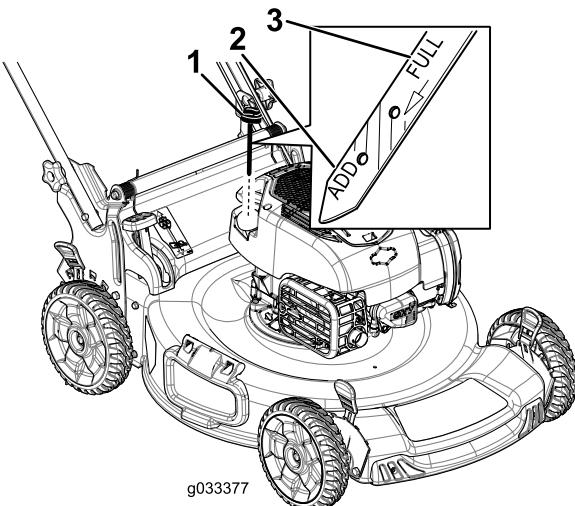

Рисунок 32
- Извлеките масломерный щуп (Рисунок 32).
4. **Медленно** заливайте масло в маслозаливной патрубок до соответствующей отметки **Full (Полный)** на масломерном щупе (Рисунок 32). Не допускайте переполнения.